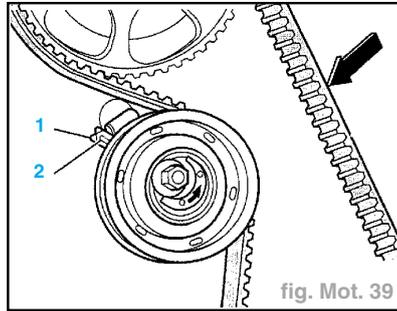

fig. Mot. 39
- Appuyer énergiquement sur la courroie crantée avec pouce (flèche). L'indicateur (2) doit s'écarter (fig. Mot. 39).
- Détendre à nouveau la courroie crantée. Le galet tendeur doit revenir sur sa position de départ (l'entaille (1) et l'indicateur (2) sont à nouveau en face l'un et l'autre).